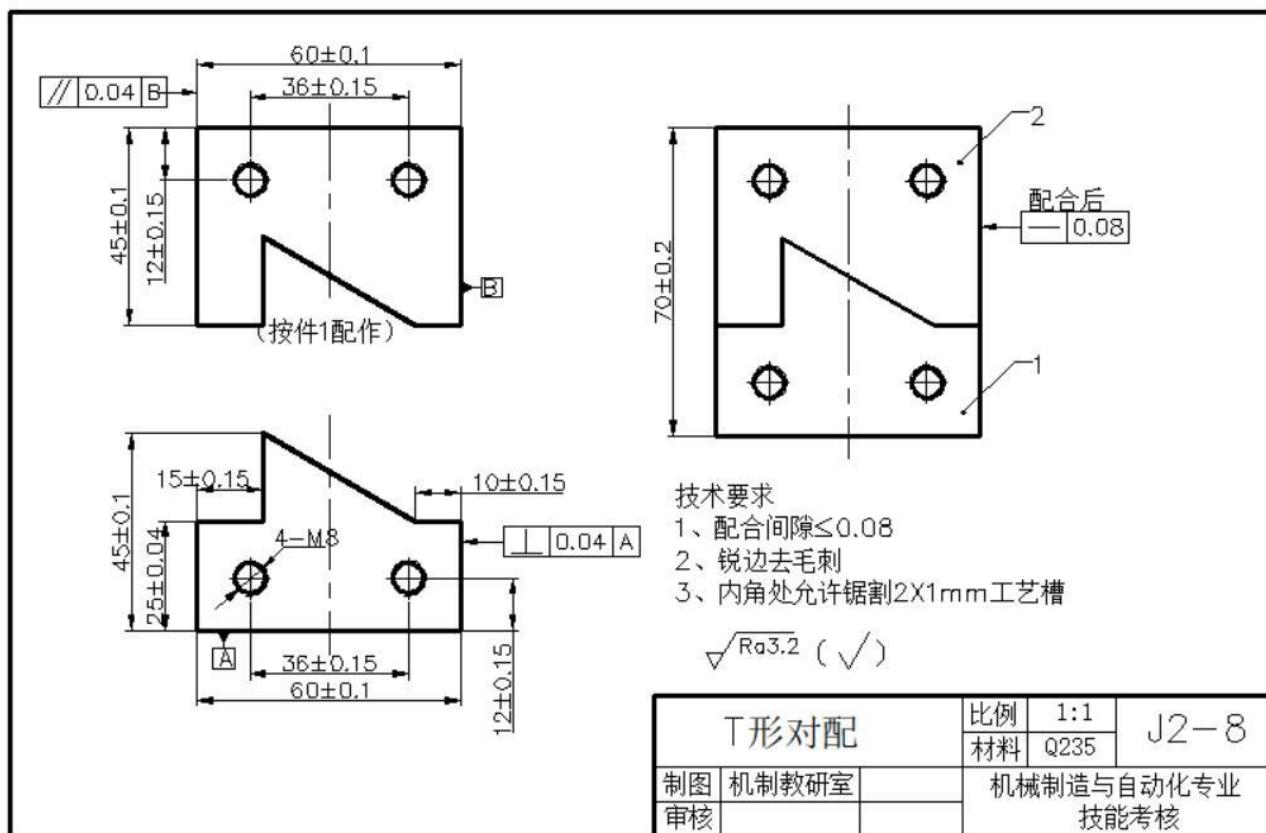

图 J2-8-1 T 型对配
- 3) 根据零件图 J2-8-1 的要求完成凸、凹零件的加工与配锉加工。去毛刺，倒棱角 C0.3，配合面不允许倒角，不准使用专用工、夹具加工和抛光；